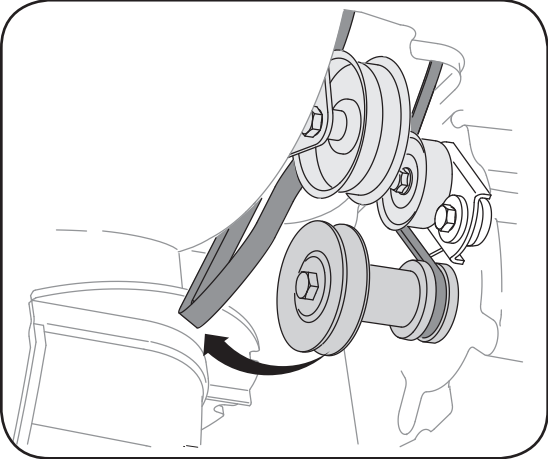

Figure 6-5
2. Basculez doucement la souffreuse vers l'avant pour la faire reposer sur l'habitacle de la tarière. Voir la Figure 6-5.
3. Démontez le couvre-châssis du dessous de la souffreuse en retirant les quatre vis auto-taraudeuses qui le maintiennent en place. Voir la Figure 6-5.
2. Basculez doucement la souffluse vers l'avant pour la faire reposer sur l'habillage de la tarière. Démontez le couvre-châssis du dessous de la souffluse en retirant les quatre vis auto-taraudeuses qui le maintiennent en place. Voir la Figure 6-5.
1. Basculez la souffluse vers l'avant (après avoir vidé le réservoir d'essence ou avoir placé un morceau de plastique sous le bouchon d'essence si la souffluse a déjà été utilisée.), puis démontez le couvre-châssis du dessous de la souffluse en retirant les vis autotaraudeuses. Voir la Figure 6-5 à la page 17.